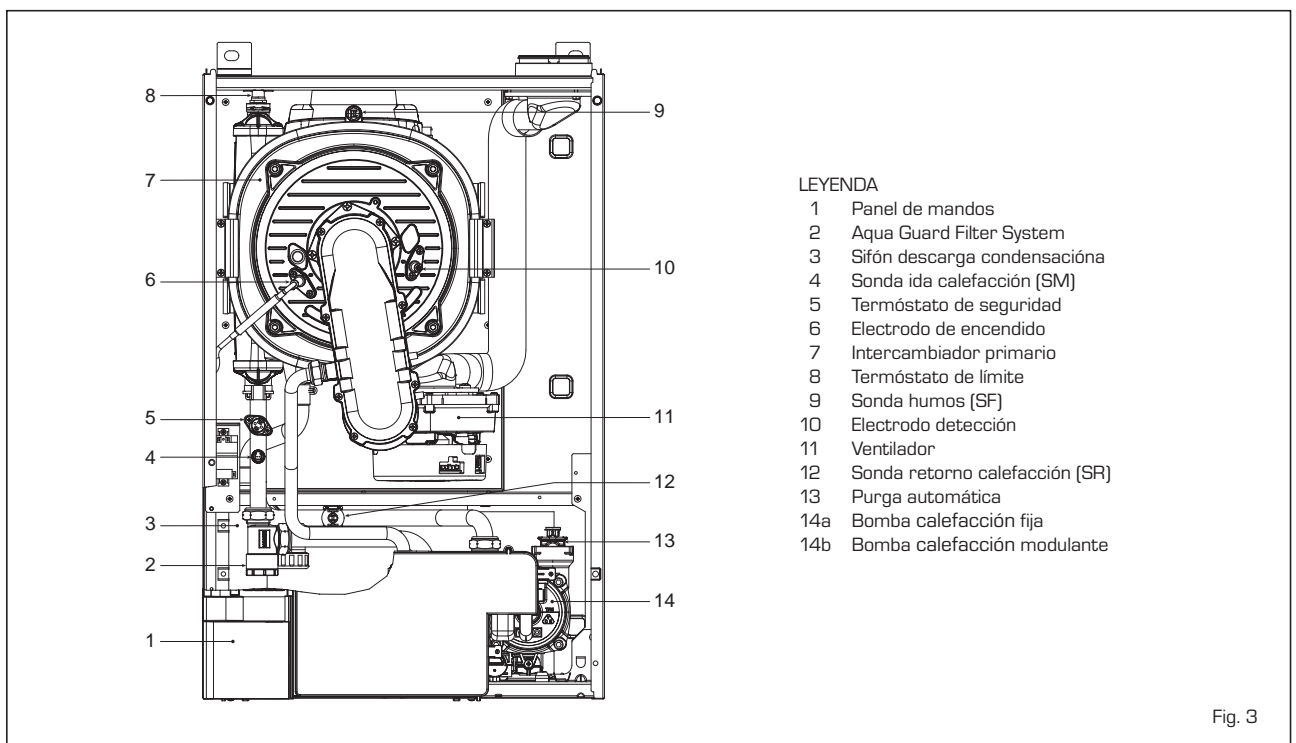

Fig. 3
1.5 COMPONENTES PRINCIPALES (fig. 3)